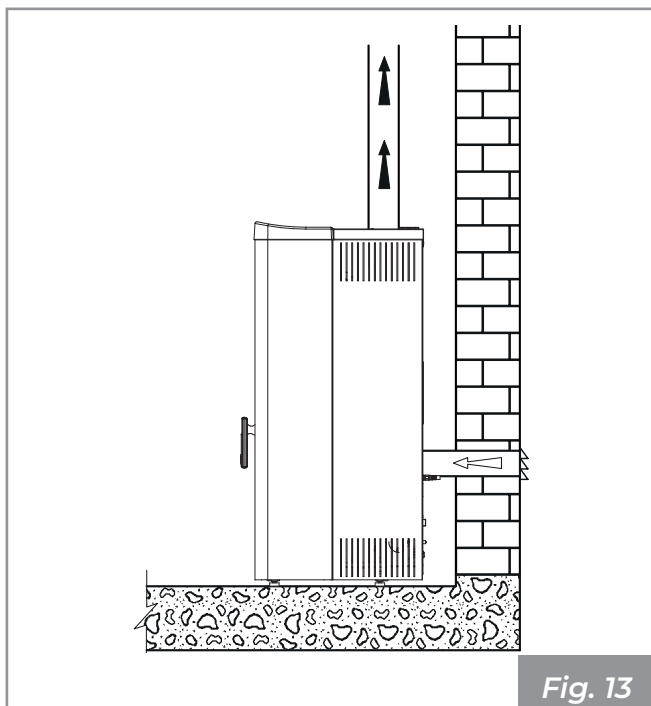

Fig. 13
- conectar la entrada de aire comburente del aparato a la toma de aire con un conducto adecuado (**Fig. 13**).